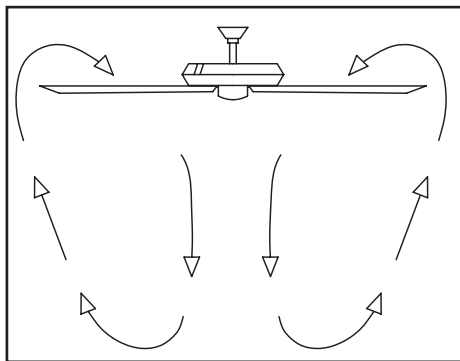

Figura 18
**Clima cálido** - (Hacia adelante) Un flujo de aire hacia abajo crea un efecto refrescante como se muestra en la Figura 18. Esto te permite fijar tu aire acondicionado en una configuración más alta sin afectar tu comodidad.